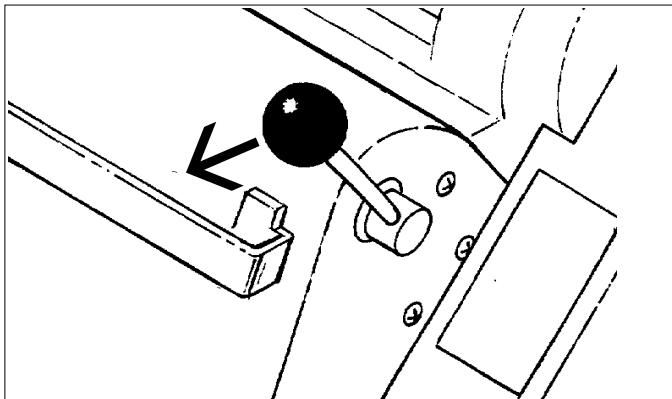

Figure 11
6. Tournez le levier de déverrouillage vers l'avant. (voir Figure 11)